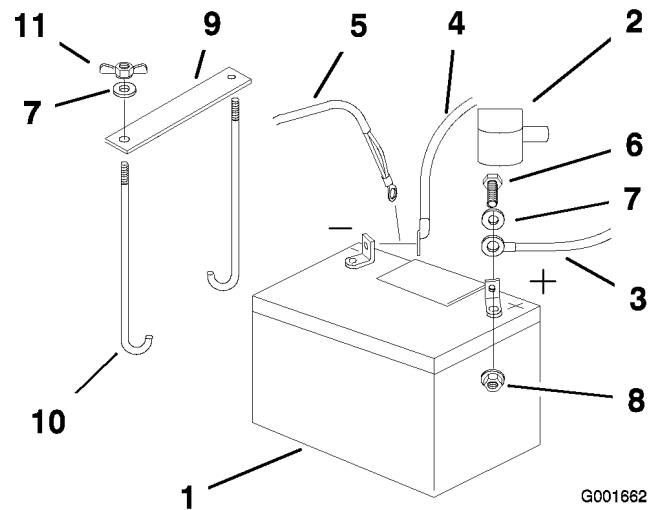

Figura 39
4. Primero desconecte el cable negativo de la batería y el cable de tierra del borne negativo (-) de la batería (Figura 39).
5. Retire la cubierta de goma roja del borne positivo (rojo) de la batería. Luego retire el cable positivo (rojo) de la batería (Figura 39).
6. Retire ambas tuercas de orejeta (1/4 inch) que fijan la brida de la batería (Figura 39).
1. Coloque la batería en la bandeja, con los bornes hacia el motor (Figura 39).
4. Sujete los cables con 2 pernos (1/4 x 3/4 pulgadas), 2 arandelas (1/4 inch), y 2 contratuerzas (1/4 inch) (Figura 39).
6. Fije la batería con pernos en J, una brida de sujeción y 2 arandelas (1/4 inch), y 2 tuercas de orejeta (1/4 inch) (Figura 39).